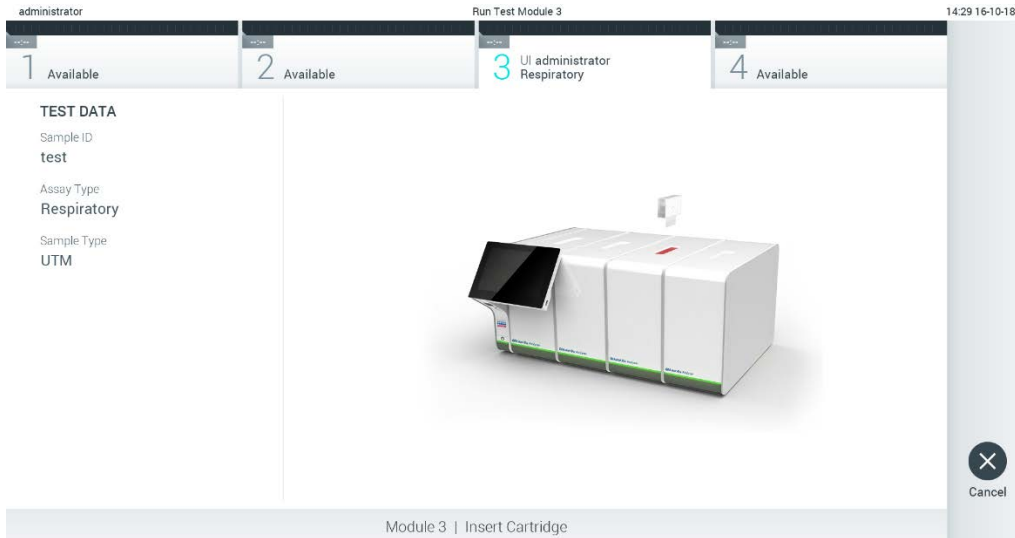

Figure 27. Insertion de la cartouche de dosage QIAstat-Dx dans le QIAstat-Dx Analyzer 1.0.
7. Assurez-vous que les deux couvercles d'échantillons du port d'introduction des écouvillons et du port principal de la cartouche de dosage QIAstat-Dx sont solidement fermés. Lorsque le port d'insertion de la cartouche situé sur le dessus du QIAstat-Dx Analyzer 1.0 s'ouvre automatiquement, insérez la cartouche de dosage QIAstat-Dx avec le code-barres orienté vers la gauche et les chambres de réaction orientées vers le bas. (figure 27).